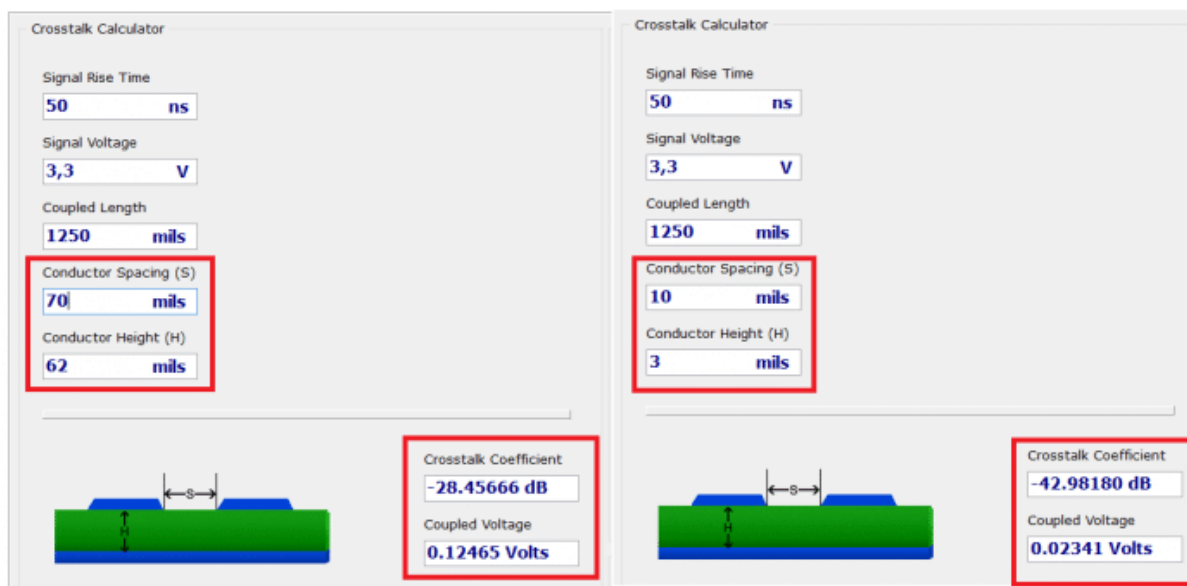

Figura 12: Separação das trilhas e seu impacto no crosstalk (esq). Separação do plano de referência e seu impacto no crosstalk (dir).
- Separar mais as trilhas - como na figura 12 na esquerda - onde se separou mais 60 mils as trilhas. Com isso, se obteve um *crosstalk* de 0.12[V], que é uma redução de, aproximadamente, 55%;
- Levar o plano de referência mais perto do sinal de ida e, assim, obter um cancelamento de fluxo magnético - como na figura 12 na direita - onde se diminuiu 59 mils a distância da *microstrip* e seu plano de referência (3 mils é próximo ao limite de produção dos dielétricos típicos). Com isso, se obteve um *crosstalk* de 0.02[V], o que é uma redução de, aproximadamente, 93%.